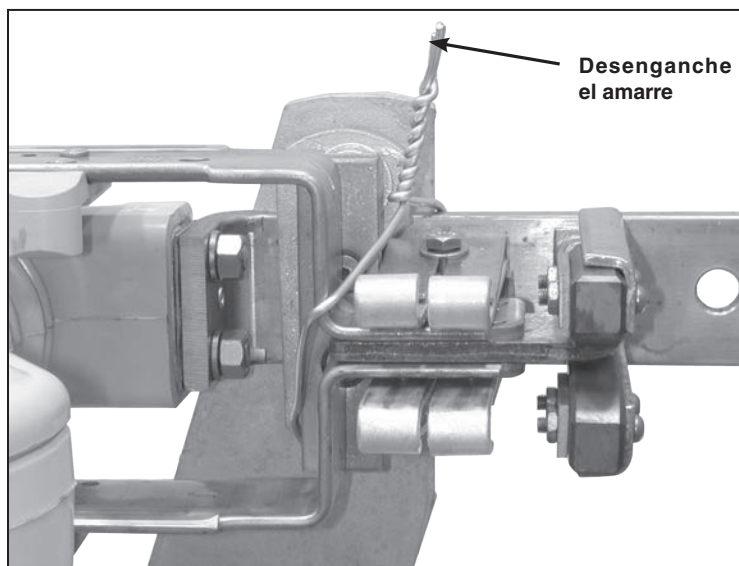

Figura 34. Desenganche del amarre en el ensamble del contacto estacionario principal.
**PASO 34.** Retire los amarres que detienen las navajas del interruptor en sus ensambles de contacto principal estacionario. Ver Figura 34.